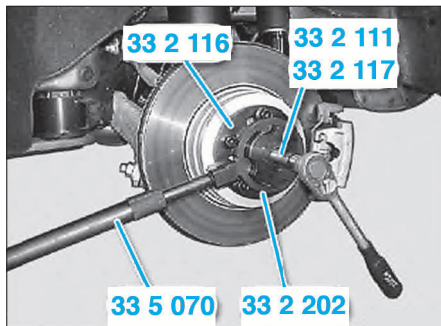

FIG. 14
- visser les outils 33 2 111, 33 2 117 et 33 2 116 au moyeu avec tous les boulons de roue (Fig.14).